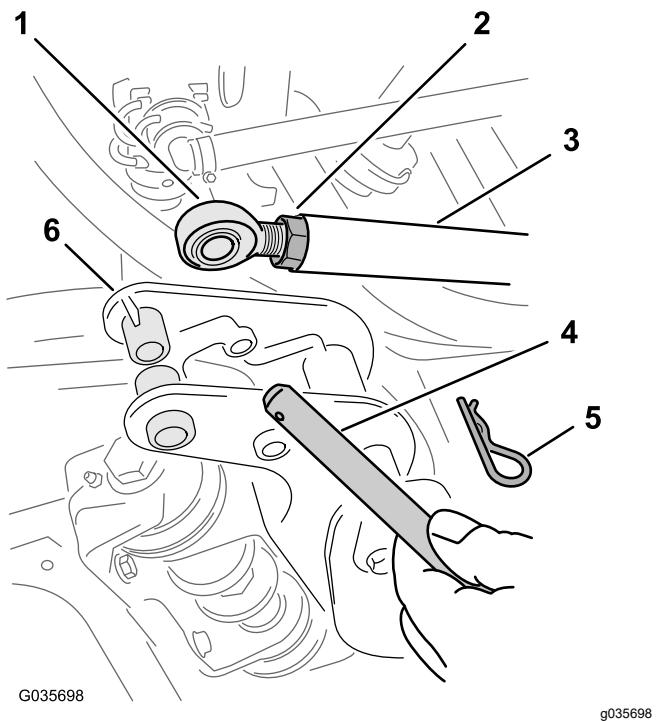

図 7
2. 左右のブームのピボットブラケット部で、昇降シリンダをピボットブラケットに固定しているヘアピンとクレビスピンドルを取り外す(図 7)。
5. 各昇降シリンダのロッドの端部のジャムナットをゆるめる図 7
6. ロッド端部の位置を調整して、ロッド先端にある穴とブーム用ブラケットの穴とが合うようにする図 7。
8. ヘアピンコッター 図 7 ステップ 2 で外したもので、コッターでピンを固定する。
9. 各ロッドについているジャムナットを軽く手締めする図 7。